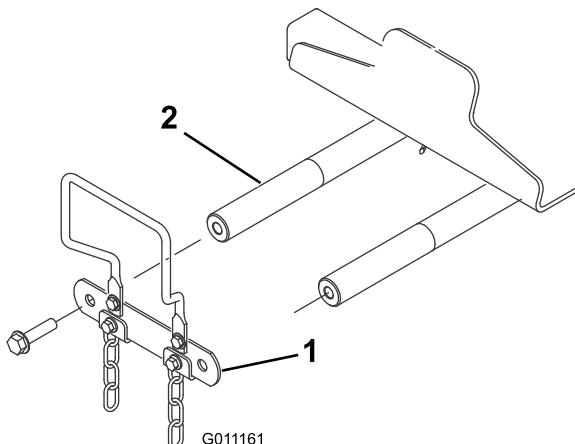

図 10
- 昇降アームのピボット・シャフト・リンクとピボット・シャフトを分離(キャップスクリュ2個を外す)し、とりはずしたリンクとキャップスクリュは保管する(図 10)。